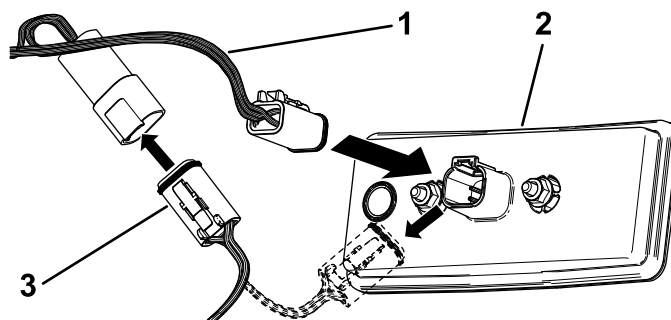

Figur 2
- **Workman GTX:** Montera fästet på undersidan av lastflaket med fyra sexkantflänsskruvar (5/16 x 3/4 tum) (A i Figur 2).
- **Workman MDX:** Ta bort de två befintliga flänsskruvarna från undersidan på lastflaket och använd dem för att montera fästet (B i Figur 2).
- **Workman HDX:** Ta bort de fyra befintliga flänsskruvarna från dragkroksplattan och använd dem för att montera fästet (C i Figur 2).